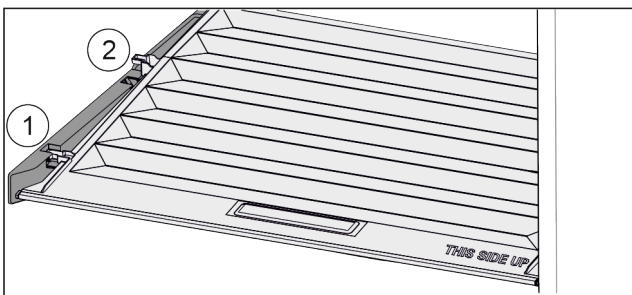

Fig. 27
- Deksel tot de opening in de vasthouddelen naar voren trekken Fig. 27 (1).
- Aan de achterkant vanaf de onderkant omhoog tillen en vanaf de bovenkant verwijderen Fig. 27 (2).